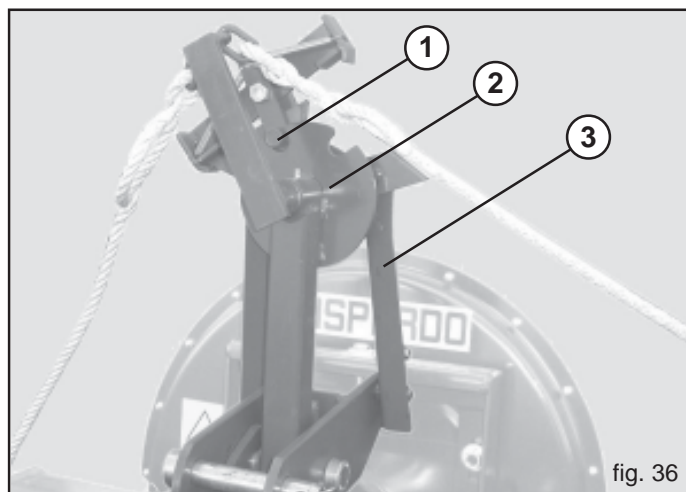

fig. 36
Bajo pedido, la Empresa Fabricante puede suministrar un juego para la transformación del marcador de hileras de mecánico a hidráulico. El pedido tendrá que incluir la descripción del tipo y modelo de sembradora en poder. Para la transformación se reutilizan todas las piezas ya previstas por la máquina. La posición en el bastidor del nuevo marcador de hileras no varía. El marcador de hileras se habilita a la derecha o a la izquierda del tractor a través de un mando automático (Fig. 36), accionado por el movimiento del elevador del tractor; para ello, es suficiente elevar y descender una vez el elevador del tractor.
Si el perno (1, Fig. 36) no se engancha al disco (2) o viceversa no se desengancha del mismo, ajustar la altura de los brazos (3). En posición de trabajo, las cuerdas tienen que estar bien tensadas.